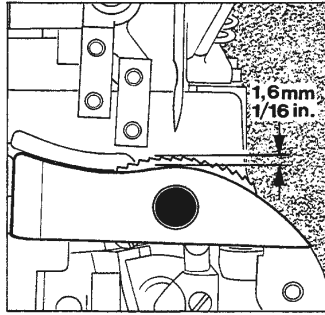
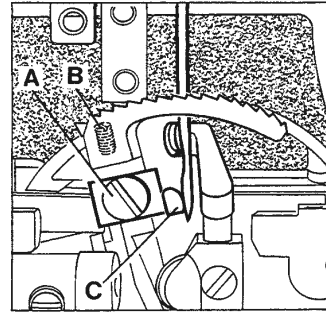

Fig. 9
Fig. 10
The lower feed dog is set correctly when its teeth rise slightly more than the depth of a full tooth (approx. 1.6 mm (1/16") above the throat plate (see Fig. 9). To raise or lower the feed dog loosen screw (A, Fig. 10) and set the feed dog to the specified height. Retighten screw (A). Now reset stop screw (B) in feed dog to maintain the adjusted feed dog height.
Set the needle guard (C, Fig. 10) so that it just touches the needle when it is at its most forward point of travel. To move guard forward or backward loosen screw (A) and move needle guard as required. Retighten screw.
El ajuste correcto del diente inferior de arrastre se logra cuando los dientes sobrepasan aprox. 1,6 mm la plancha de la aguja (Ver Fig. 9). Para bajar o subir el transportador hay que soltar el tornillo (A, Fig. 10) ajustar la altura del diente de arrastre y apretar el tornillo (A) otra vez. Ahora hay que ajustar el contra-tornillo (B) para mantener esta posición.
Fijar el guarda aguja (C, Fig. 10) de tal manera que en el punto mas avanzado de su movimiento toque levemente la aguja. Para este ajuste hay que soltar el tornillo A y mover el guarda aguja como sea necesario.